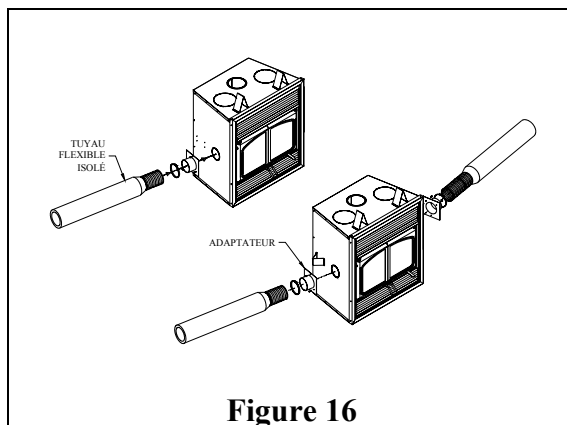

Figure 16
- A) Désobturez les bouches à l'arrière et sur les côtés du foyer et coupez l'isolant autour des trous. Fixez les adaptateurs en place à l'aide de vis. On peut utiliser plus d'une sortie du foyer (figure 16);